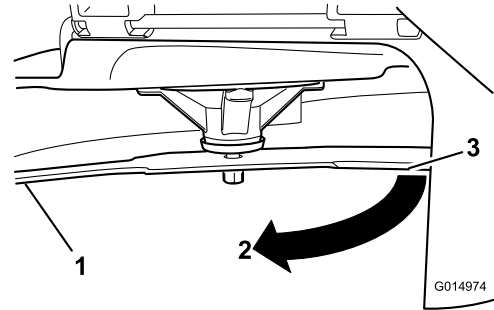

**Figura 99**
2. Llevando guantes fuertemente acolchados u otro tipo de protección apropiada para las manos, gire la cuchilla lentamente hasta una posición que permita medir la distancia entre el filo de corte y la superficie nivelada en la que descansa la máquina (Figura 99).